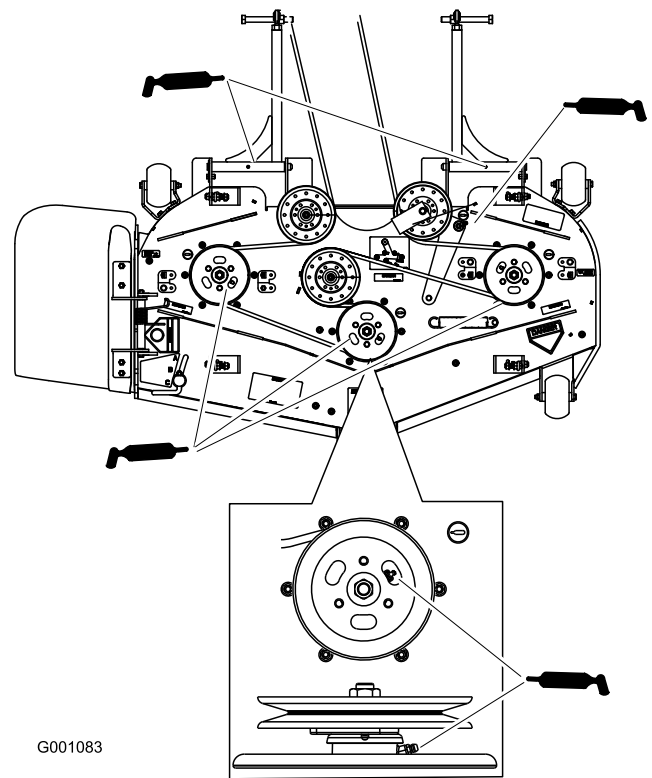

Bild 30
4. Schmieren Sie die drei Spindellager unter den Riemenscheiben ein, bis das Schmiermittel aus den unteren Dichtungen austritt (Bild 30).
5. Schmieren Sie den Spannarm des Mähwerks (Bild 30).
6. Fetten Sie die Nippel an den Schubarmen ein (Bild 30).